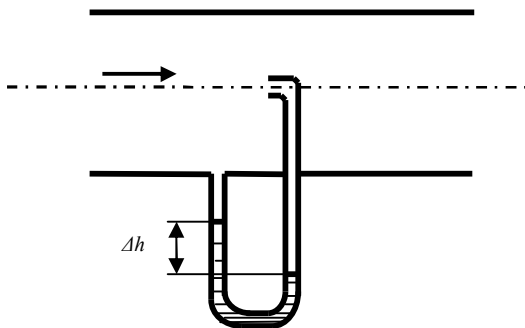

Рис. 19
40. Трубка Пито установлена по оси газопровода диаметром d (рис. 19). Разность уровней в спиртовом манометре Δh , плотность спирта ρ_s , плотность газа ρ . Определить объёмный расход газа.